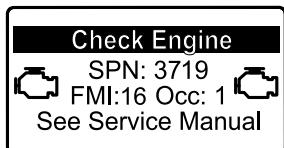

Figura 40
- Si se necesita realizar el proceso de restauración con la máquina estacionada, InfoCenter muestra la advertencia del motor SPN 3719, FMI 16 (Figura 40) y la computadora de la máquina reduce la potencia del motor al 85 %.